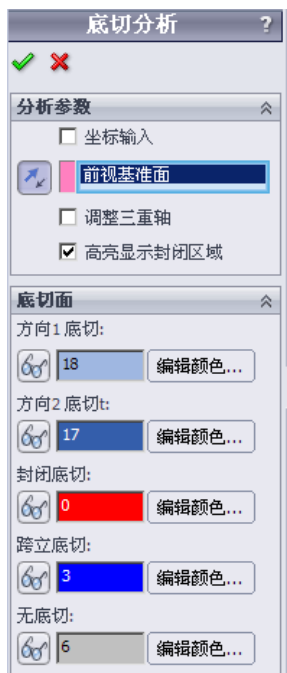

图 10.7.3 “底切分析”对话框
Step1. 在“模具工具”工具栏中单击按钮，系统弹出“底切分析”对话框，如图 10.7.3 所示。
Step3. 观察底切面底颜色。系统自动在“底切面”区域中显示图 10.7.3 所示的结果。